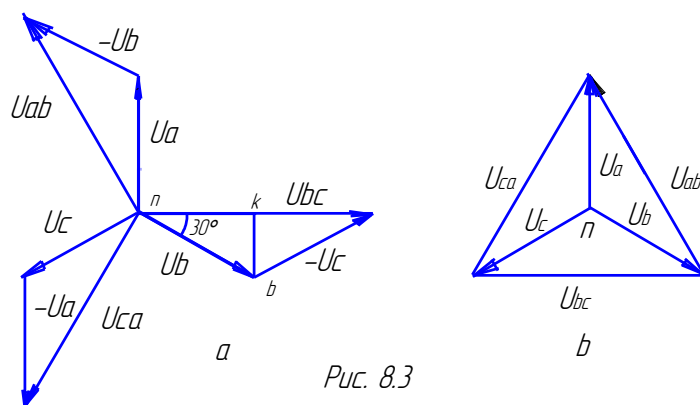

Рис. 8.3
Пользуясь этим соотношением, построим векторную диаграмму (рис.8.3а) напряжений для симметричной нагрузки.
Из рис.8.3а видно, что “звезда” линейных напряжений опережает “звезду” фазных напряжений на 30° . Отсюда из Δnkb :
При наличии нейтрального провода условие (8) выполняется как при симметричном, так и при несимметричном приемнике. На Рис.8.3б приведены векторная диаграмма фазных напряжений и топографическая диаграмма линейных напряжений.